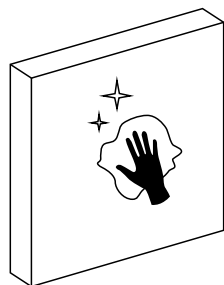

Fig. 6
- 1 Pulire la superficie su cui si vuole fissare il tastierino (Fig. 6).